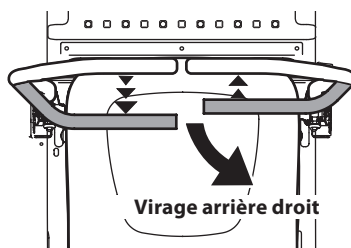

Figure 27
2. Pour tourner dans le sens horaire, déplacez le levier de contrôle gauche de la barre abdominale vers l'avant tout en déplaçant simultanément le levier de contrôle de la barre abdominale droite vers l'arrière (Figure 27).